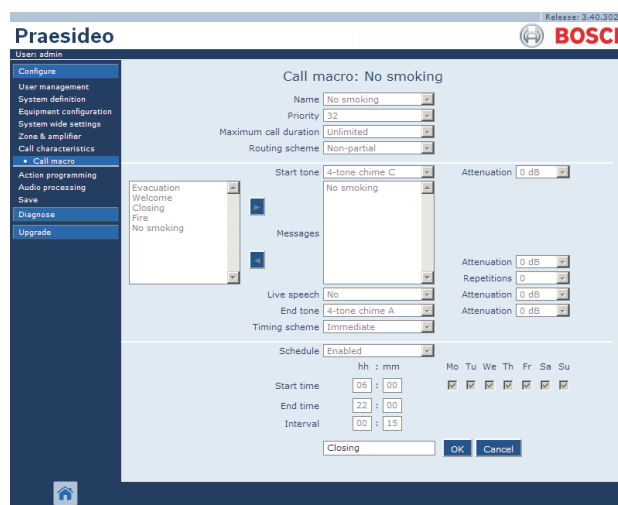

figura 47.4: Adicionar macro de chamadas, passo 3
- 3 Introduza o nome da nova macro de chamadas no campo *Name* (consulte um exemplo na figura 47.4). Pode conter até 16 caracteres.